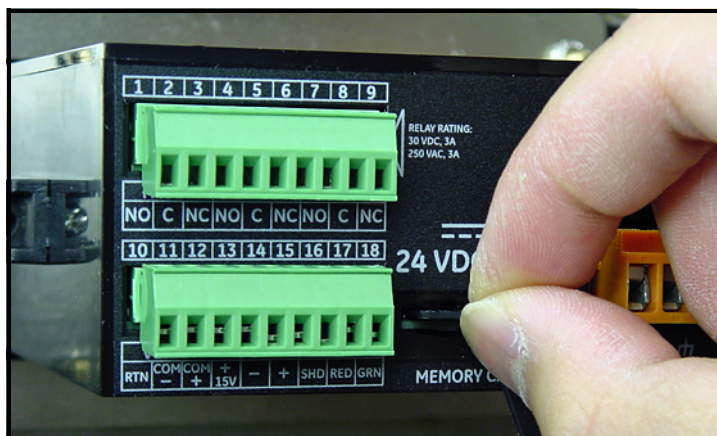

Figure 52: Retrait de la carte MicroSD
3. Une fois la carte MicroSD partiellement éjectée, retirez-la du châssis **dew.IQ** (voir *Figure 52* ci-dessous).